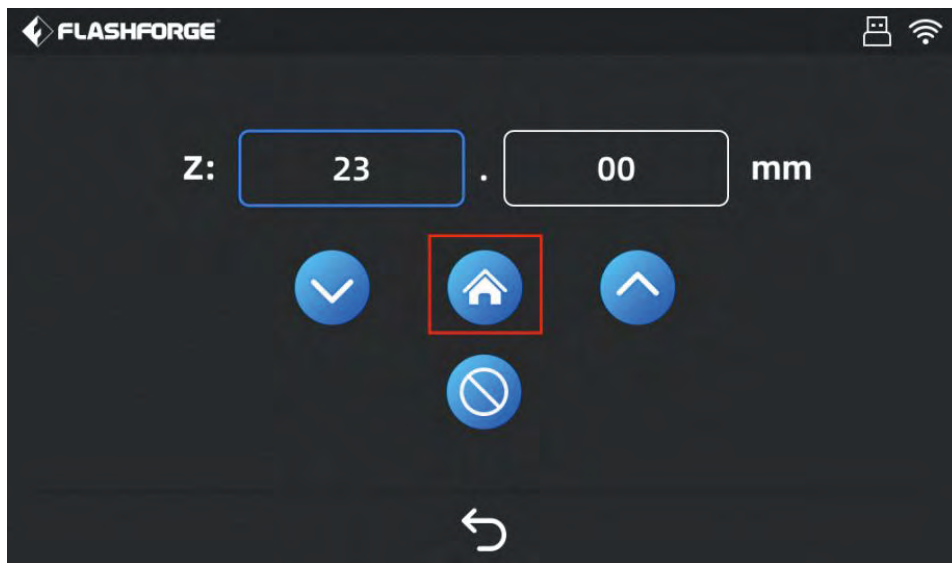

図12
5. Z軸移動インターフェースの[Home]をクリックし(図12)、